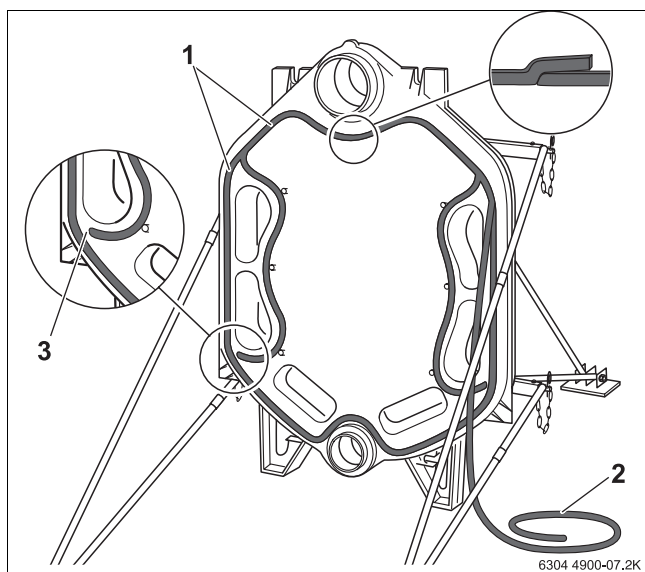
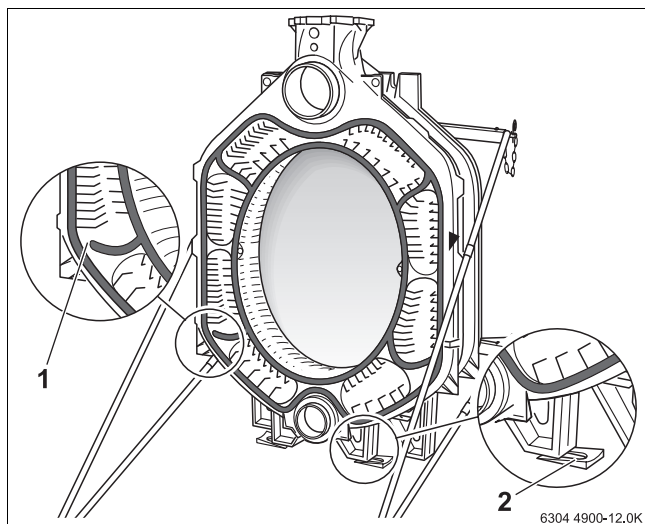

Fig. 12 Inserimento del cordone ermetizzante (cordone KM)
Fig. 17 Utilizzo dei cunei per gli elementi caldaia
- Non sovrapporre il cordone sulle giunzioni di sinistra e di destra (→ fig. 12, [3]).
La fig. 17 mostra l'elemento intermedio con raccordo di mandata. I nipples per il montaggio dell'elemento intermedio successivo sono inseriti nei relativi mozzi. Nella scanalatura di tenuta è già stato inserito il cordone ermetizzante. Come già mostrato per l'elemento posteriore (→ fig. 12, pag. 14), anche in questo caso il cordone ermetizzante elastico è interrotto. Per facilitare il montaggio, l'elemento caldaia è stato orientato con appositi cunei. I cunei per gli elementi caldaia possono anche essere utilizzati per l'orientamento finale del blocco caldaia completo.
- Allineare verticalmente ed orizzontalmente il blocco caldaia, sul basamento risp. sul supporto antivibrazioni (→ vedi capitolo 4.3.1, pag. 11). A tal fine, utilizzare i cunei per elementi caldaia forniti (→ fig. 17, pag. 16).